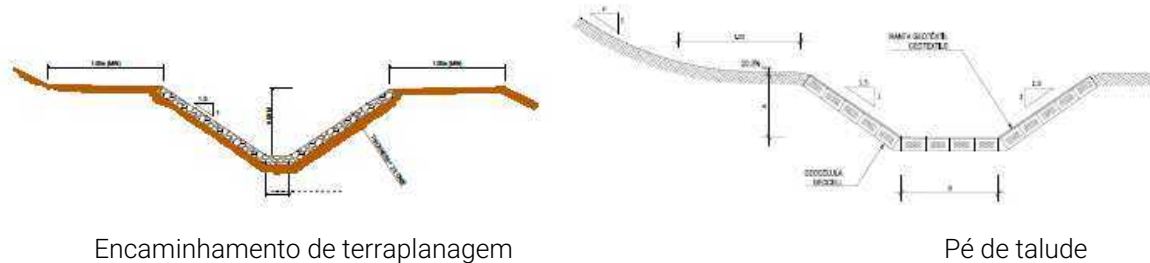

Figura 2: Valas de encaminhamento nas zonas de terraplanagem e de pé de talude (com RIPRAP)
- Valetas longitudinais e transversais ao longo das vias (de plataforma e de pé de talude), para reunir o escoamento superficial em pontos de entrega adequados (Figura 2);
- Dissipadores de energia, nos pontos de entrega da rede de drenagem em que se verifiquem elevados diferenciais energéticos que possam conduzir à erosão do terreno/órgãos no ponto de descarga (Figura 2);